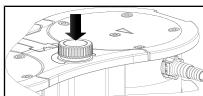

Fig.7: Allumer et éteindre la pompe à l'aide du bouton poussoir/rotatif
- Mettez la pompe en marche en appuyant sur le bouton-poussoir/rotatif s (voir Fig. 7).